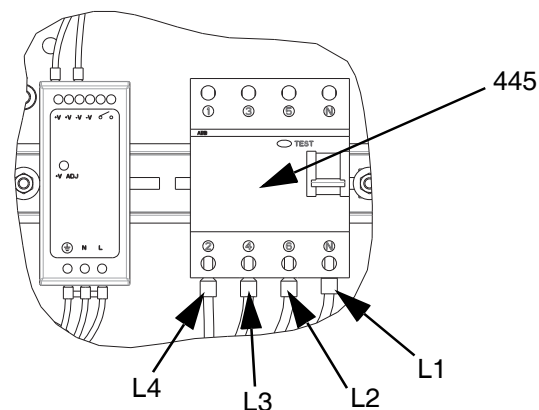

FIG. 18
- Conecte os fios L1, L2, L3 e L4 do módulo de expansão ao disjuntor (445) conforme mostrado na FIG. 18.
12. Conecte os fios de aterramento ao terminal de aterramento (455) aliviando a porca (437) na cablagem.